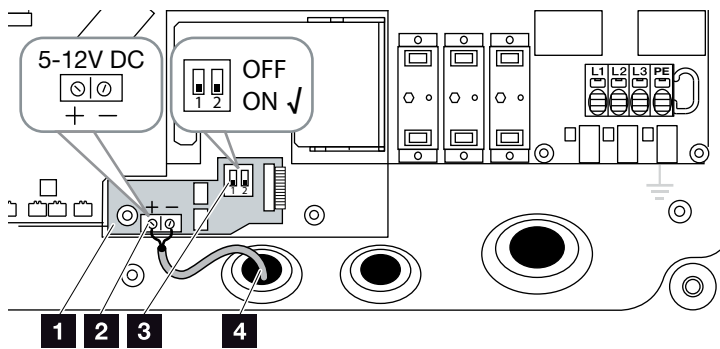

Fig. 25: Tarjeta PIKO EPC AC Off Switch
1. Introducir el cable de control en el inversor y conectarlo al borne de conexión  **Fig. 25, pos. 2** de la placa de circuito impreso.
3. Fijar el interruptor DIP en ON  **Fig. 25, pos. 3**